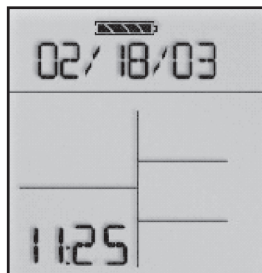

Figura 13:
4.2.5 Visualizzazione di data e ora (Figura 13)